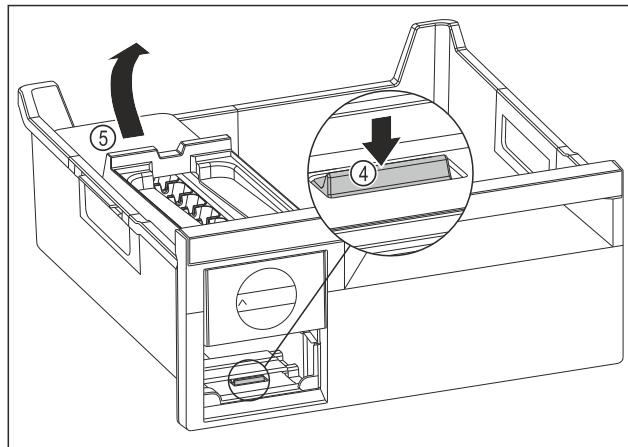

Fig. 74
- Вийняти корпус EasyTwist-Ice: натиснути накладку Fig. 74 (4) пальцем вниз і одночасно підняти корпус EasyTwist-Ice Fig. 74 (5) ззаду іншою рукою.